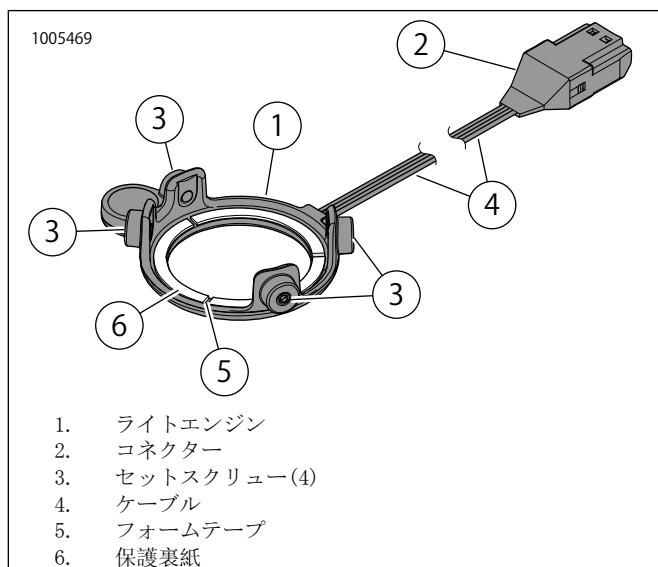

図5。LEDライト、ラウンドステージIスピーカー
3. 図5を参照してください。ライトエンジン(1)の裏にあるフォームテープ(5)から保護裏紙(6)をはがします。